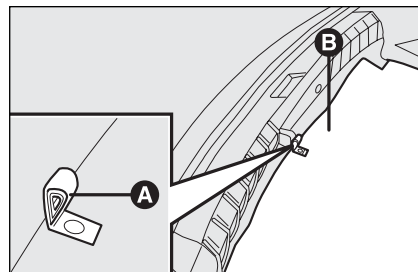
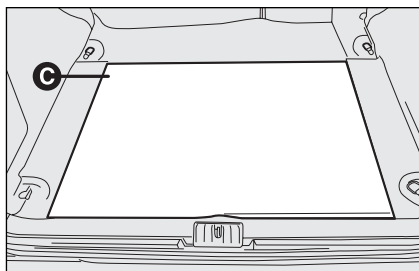
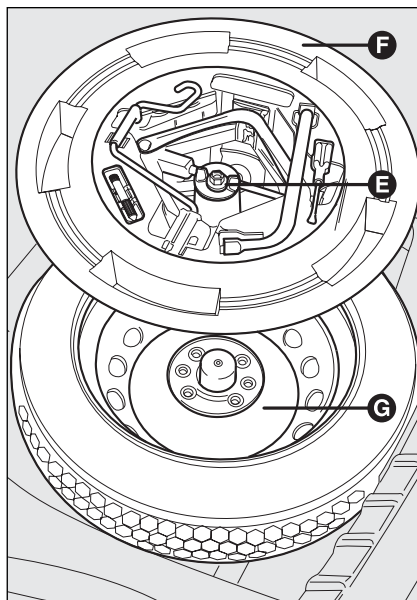
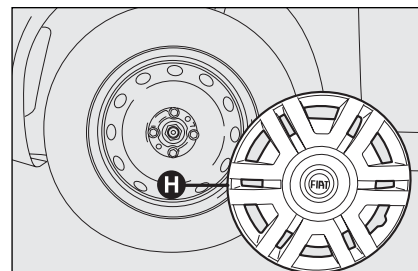

fig. 2
fig. 3
fig. 4
fig. 5
- pare o veículo numa posição que não constitua perigo para o tráfego e permita de substituir a roda agindo com segurança. O terreno deve ser, se possível, em plano e suficientemente compacto; desligue o motor e puxe o travão de mão; engate a primeira marcha ou a marcha-atrás; mediante a lingueta **A-fig. 2** remover o pré-formato de revestimento rígido **B** (versões sedã) ou **C-fig. 3** (versões Multi Wagon); desaparafuse o dispositivo de bloqueio **E-fig. 4**;
- ☐ pegar a caixa de ferramentas **F**-fig. 4 e colocá-la ao lado da roda a substituir; pegar a rodinha sobressalente **G**; remover o tampão da roda **H**-fig. 5 (versões com jantes em aço), ou remover o tampão de cobertura do cubo (versões com jantes em liga);